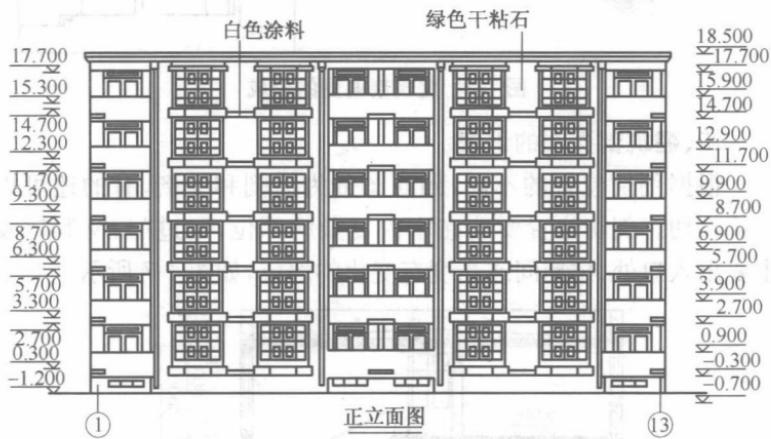

图 1-5 某住宅楼正立面图(1:100)
下面以图 1-5 所示的某住宅楼正立面图为例，介绍建筑立面图的识图方法。
1) 从正面图上了解该建筑的外貌形状，并与平面图对照深入了解屋面、雨篷、台阶等细部形状及位置。从图 1-5 中可以看出，该住宅楼为 6 层，客厅窗为外飘窗，窗下墙呈八字形，相邻两户客厅的窗下墙之间装有空调室外机的搁板，每两卧室窗上方也装有室外空调机搁板。屋面为平屋面。
2) 从正面图上了解建筑的高度。从图 1-5 中可以看出，在正面图的左侧和右侧都注有标高。从左侧标高可知室外地面标高为 -1.200，室内标高为 ±0.000，室内外高差 1.2m；一层客厅窗台标高为 0.300，窗顶标高为 2.700，表示窗洞高度为 2.4m；二层客厅窗台标高为 3.300，窗顶标高为 5.700，表示二层的窗洞高度
3) 了解建筑物的装修做法。从图 1-5 中可知建筑以绿色干粘石为主, 只在飘窗下以及空调机搁板处刷白色涂料。